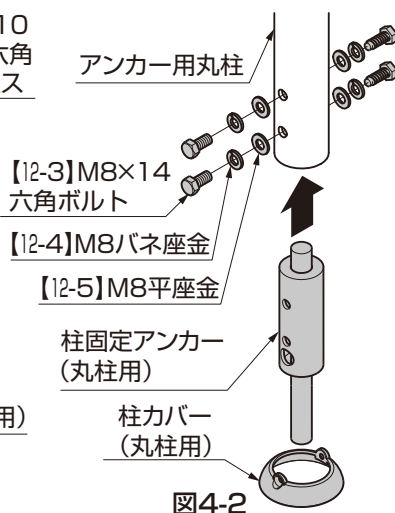

図4-2
- ① アンカー用丸柱に柱固定アンカー（丸柱用）を差込み、【12-3】、【12-4】、【12-5】で取付け、柱カバー（丸柱用）を柱に通してください。（図4-2 参照）